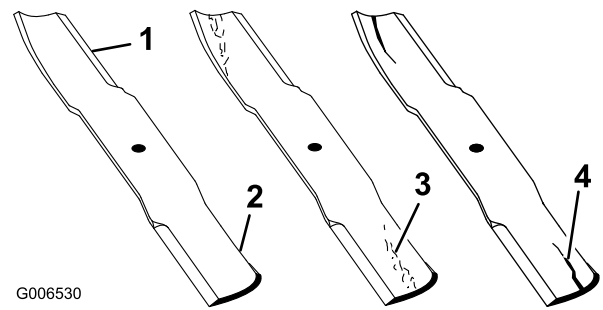

Bild 31
2. Prüfen Sie die Schnittkanten des Messers sorgfältig, insbesondere dort, wo die geraden Flächen die gebogenen berühren (Bild 31). Da Sand und anderes reibendes Material das Metall abschleifen kann, das die flachen mit den gebogenen Teilen verbindet, müssen Sie das Messer vor jedem Einsatz der Maschine prüfen. Tauschen Sie das Messer aus, wenn Sie eine Abnutzung feststellen (Bild 31); siehe „Entfernen des Schnittmessers“.
Wenn sich das Messer abwetzen kann, bildet sich ein Schlitz zwischen dem Windflügel und dem flachen Teil des Messers (Bild 31). Zuletzt kann sich ein Stück des Messers lösen und aus dem Gehäuse herausgeschleudert werden. Das kann zu schweren Verletzungen bei Ihnen selbst und Unbeteiligten führen.